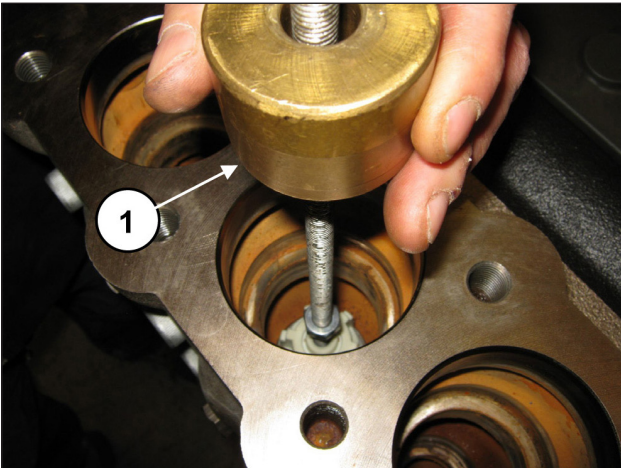

Fig. 101
Extraire le groupe de la soupape d'aspiration en utilisant un outil à inertie (réf. 27516400) appliqué à l'orifice M10 du guide de soupape (rep. ①, Fig. 101).